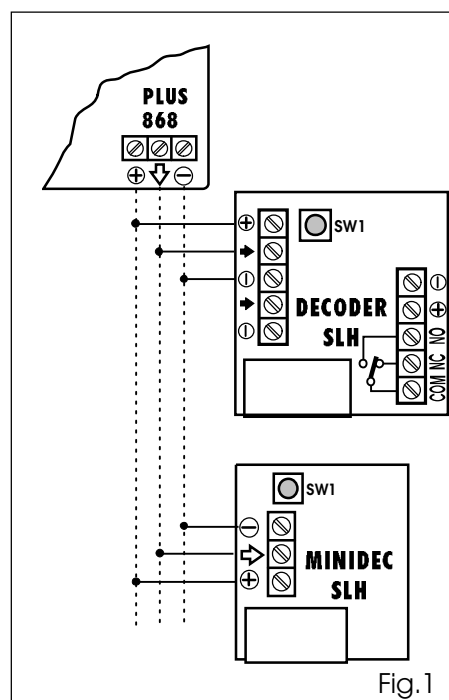

Fig.1
- 1) Alimente el equipo después de haber efectuado la instalación y las conexiones eléctricas de los componentes del Sistema 868 SLH (fig. 1).